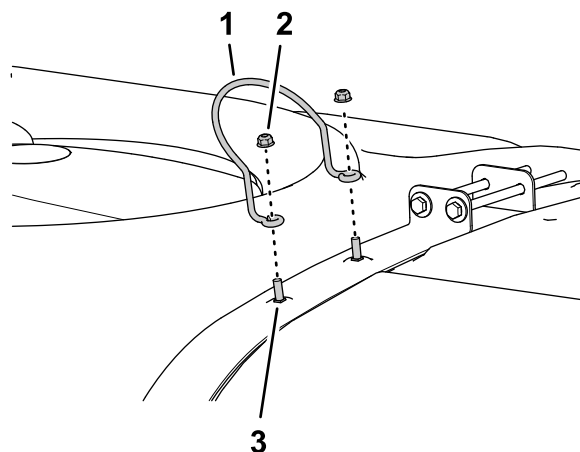

Figure 13
- 1. Retirez les 2 contre-écrous à embase qui fixent la butée du couvercle de la cuve du pulvérisateur sur les 2 boulons de carrosserie de la sangle arrière, et déposez la butée (Figure 13).